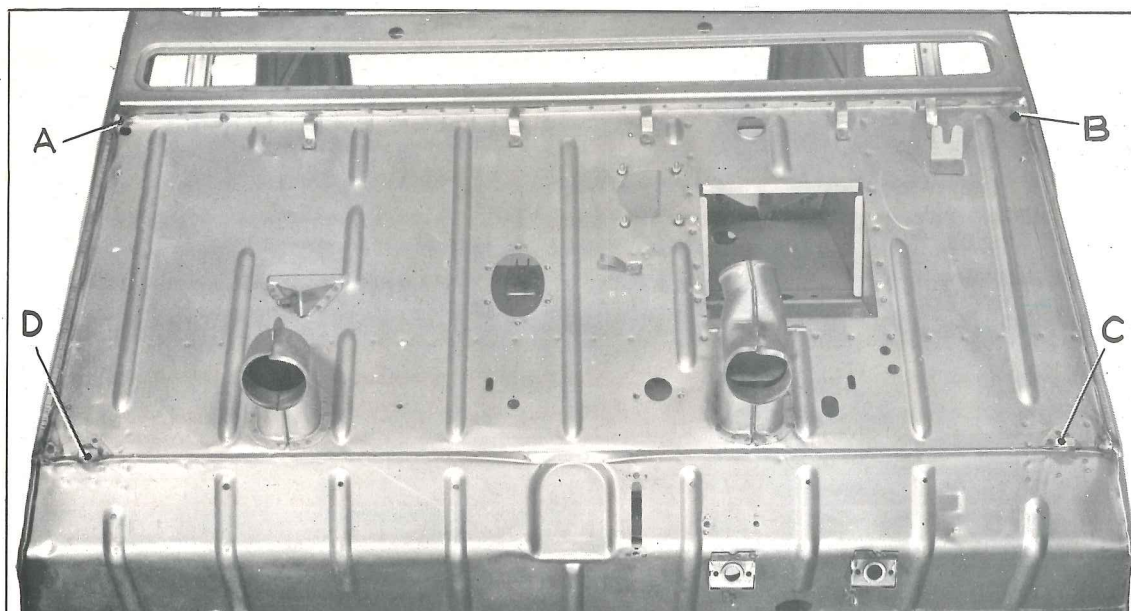

Fig. 2
1. Dessouder suivant A - B - C - D (fig. 2).
fig. 2 et 6.
- ABCD (fig. 2)
11. Braser aux 4 angles A - B - C - D (fig. 2 et 6).
pédales suivant : CD (voir fig. 2).